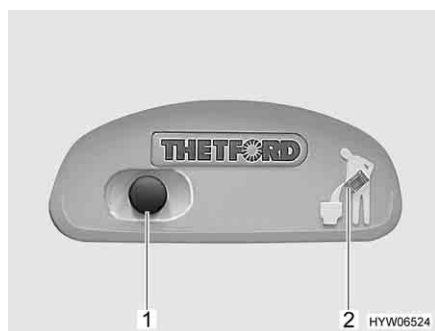
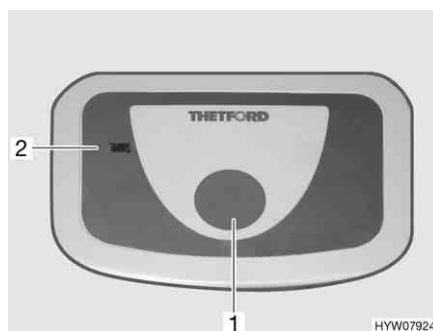

Bild 220 Spolknapp/kontrollampa Thetford-toalett
Bild 221 Spolknapp/kontrollampa Thetford-toalett (alternativ)
- För att spola, tryck på den blå spolknappen (Bild 220,1 resp. Bild 221,1).
Kontrollampan (Bild 220,2 resp. Bild 221,2) lyser när latrintanken måste tömmas.